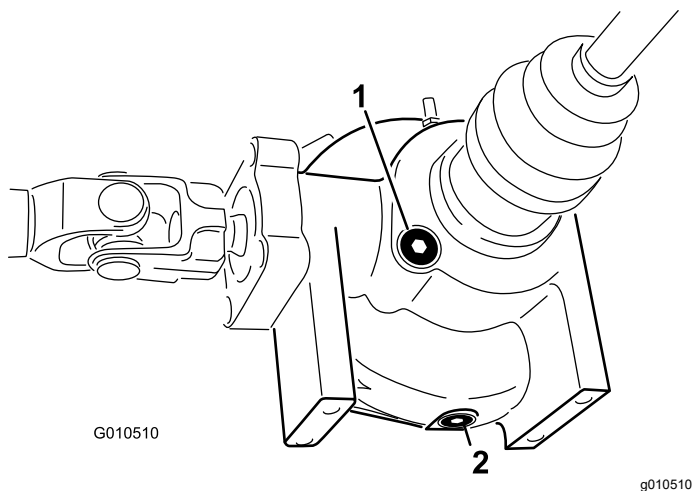

Figura 52
2. Limpie la zona alrededor del tapón de vaciado en el lateral del diferencial (Figura 52).